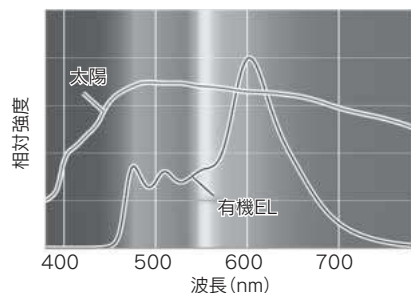

図2 有機EL照明パネルの波長分布（例）
その他の特徴として、②発光スペクトルがブロードで（図2）、自然光の下のようにモノが見える（演色性が高い）。③紫外線レスで絵画・美術品の褪色・劣化を防止する効果が期待される（山形美術館で実証事業を実施中）。④発光する有機材料の組み合わせで様々な色に発光する。⑤陰極に透明ITO膜を用いる透明パネルや、基板にプラスチックを使用して曲がるパネルをつくることのできる等がある。